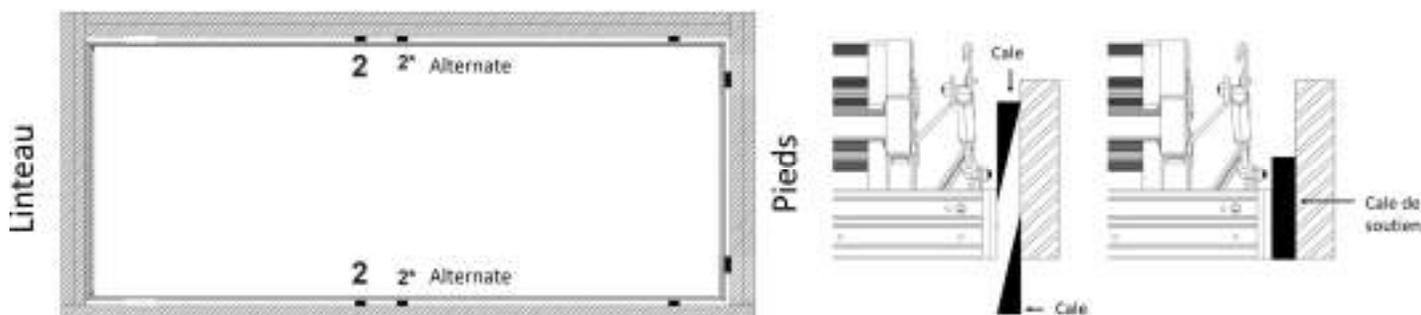
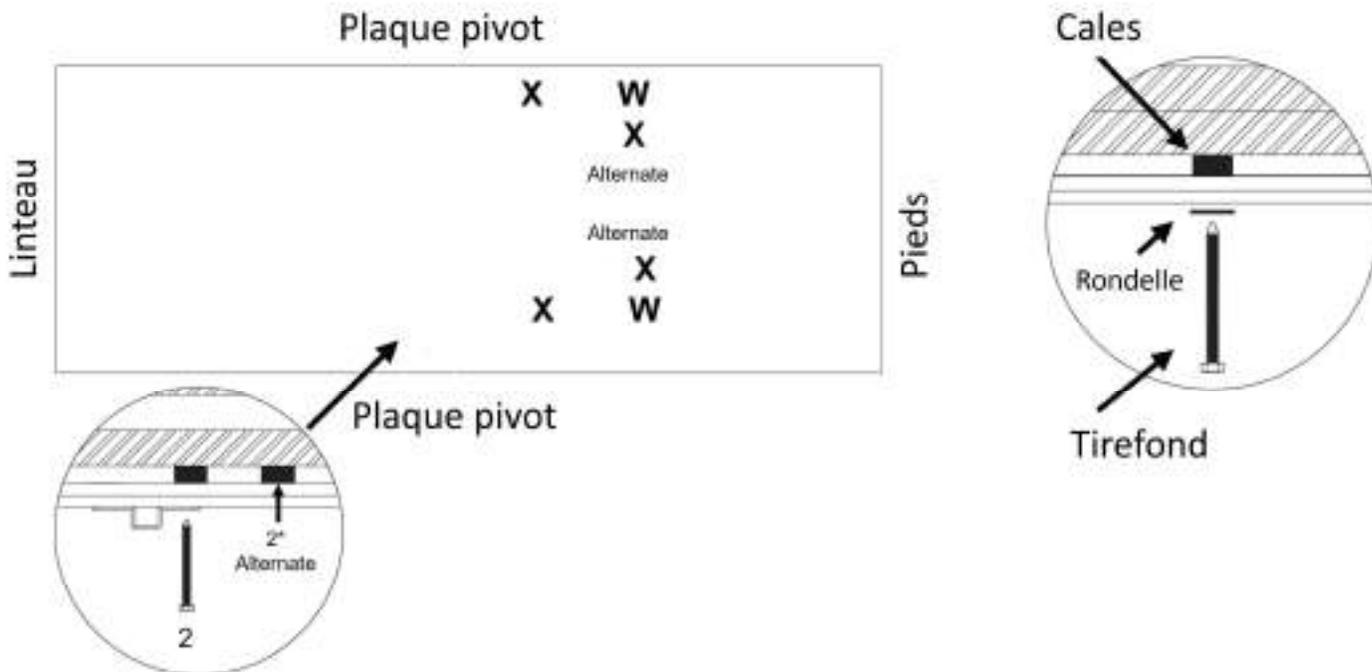

FIGURE 24 : INSTALLATION DE CALES AU NIVEAU DU CADRE LATÉRAL
FIGURE 25 : FIXATION DES MONTANTS LATÉRAUX DU CADRE
U. Installateurs #1 et #2 : Placez des cales par le bas et par le haut dans les deux trous pré-perçés de la plaque pivot sur chacun des montants latéraux du cadre à la position 2 (consultez la **Figure 24**). Les cales doivent offrir un support uniforme afin d'éviter que le cadre en aluminium ne se torde ou ne se courbe. Percez des avant-trous de 5/32 po de diamètre et de 3 po de profondeur dans les solives du plafond à travers les garnitures à la position 2. Installez les deux tirefonds pour fixer l'échelle de grenier (consultez la **Figure 25**).